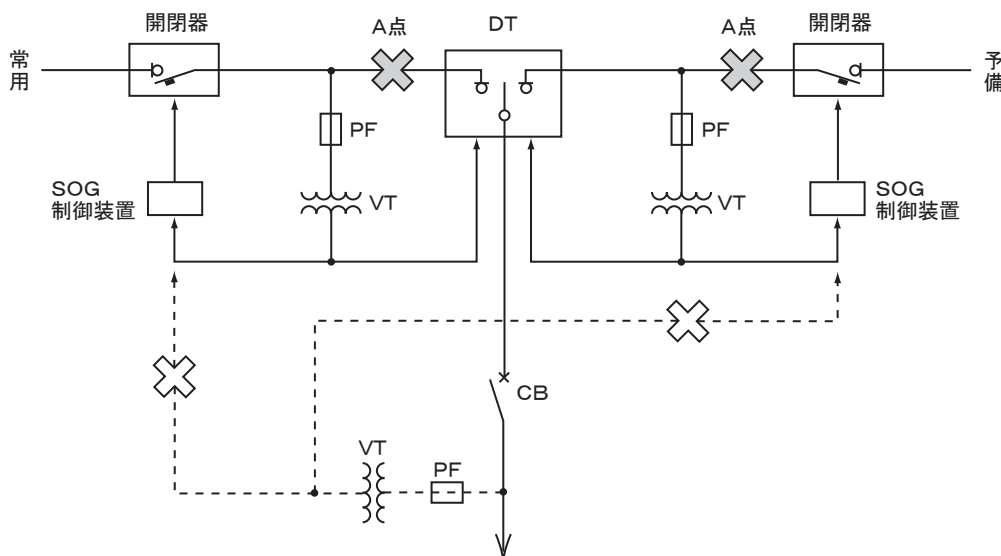

図8 制御電源のとり方（2回線引込みの場合）
- ⑧ 2回線引込みで、両回線ともに常時給電されている場合、制御電源は必ず図8のように印加してください。もし切換開閉器（DT）の負荷側からとりますと、A点で短絡事故が発生すればSO動作ができないため、開閉器は開放せず波及事故となります。